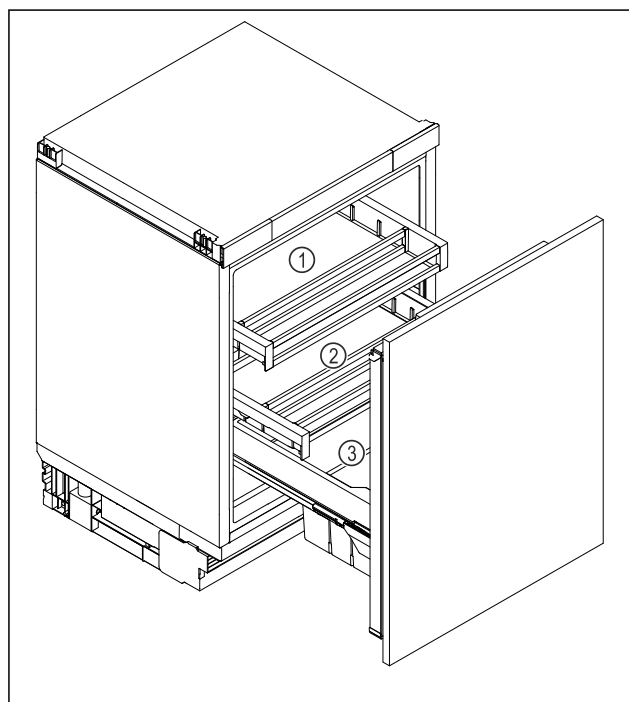

Fig. 6
- ▶ Верхний выдвижной ящик Fig. 6 (1): Храните масло, сыр, консервы и тюбики.
- ▶ Нижний выдвижной ящик Fig. 6 (2): Храните скоропортящиеся продукты, например, готовые блюда, рыбу, мясные и колбасные изделия.
- ▶ Ящик для овощей и фруктов Fig. 6 (3): Храните фрукты и овощи в упаковке.
- ▶ Секция для напитков Fig. 6 (3): Храните отдельные бутылки.